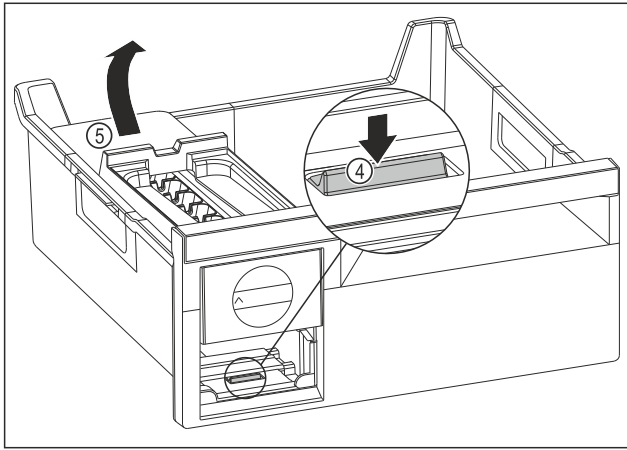

Fig. 145
- EasyTwist-Ice gövdesini çıkarın: Kulağı Fig. 145 (4) parmağınızla aşağı bastırın ve aynı anda diğer elinizle EasyTwist-Ice gövdesini Fig. 145 (5) arkadan kaldırın.